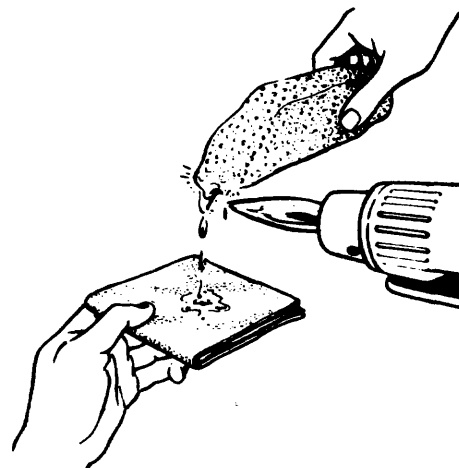

Fig. 3
- \_\_\_b Derrita parafina sobre el paño con la llama del soplete (fig. 3).
El paño debe quedar bien impregnado de parafina (fig. 3).